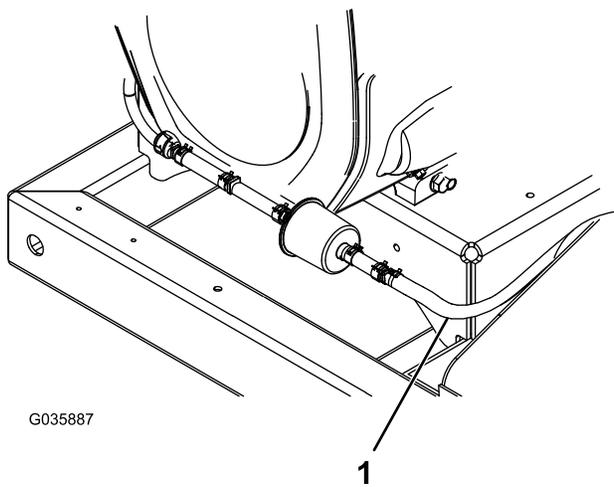

Figura 9
10. Instale o tubo de ventilação no recipiente de carbono utilizando a abraçadeira de tubo previamente removida (**Figura 9**).